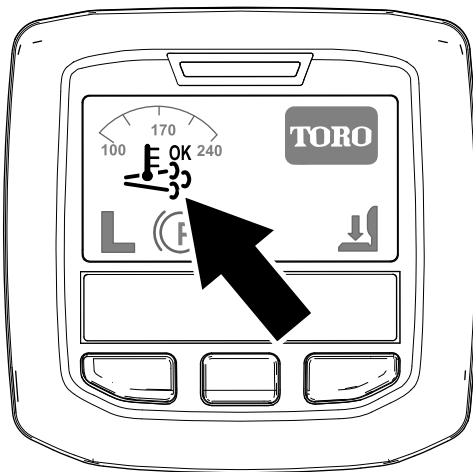

Figura 42
- Aparece el icono de regeneración de asistencia/restablecimiento en el InfoCenter (Figura 42).